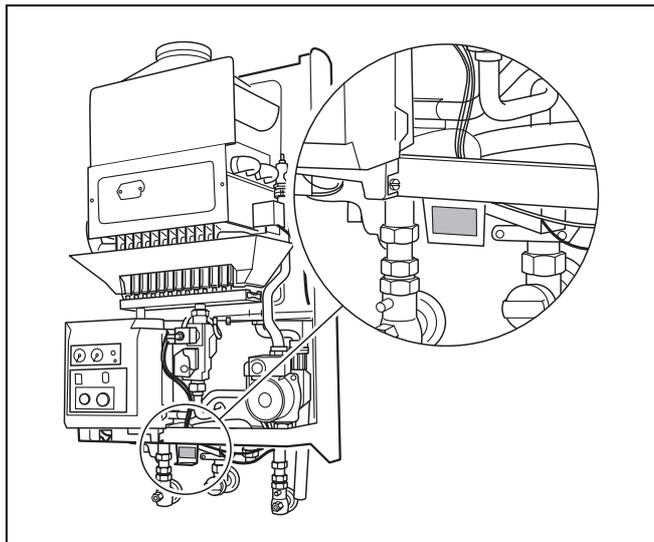

Fig. 52 Adesivo "Categoria tarata"
- Incollare sopra all'adesivo "Categoria tarata" (fig. 52), il nuovo adesivo (è incluso al set di trasformazione).